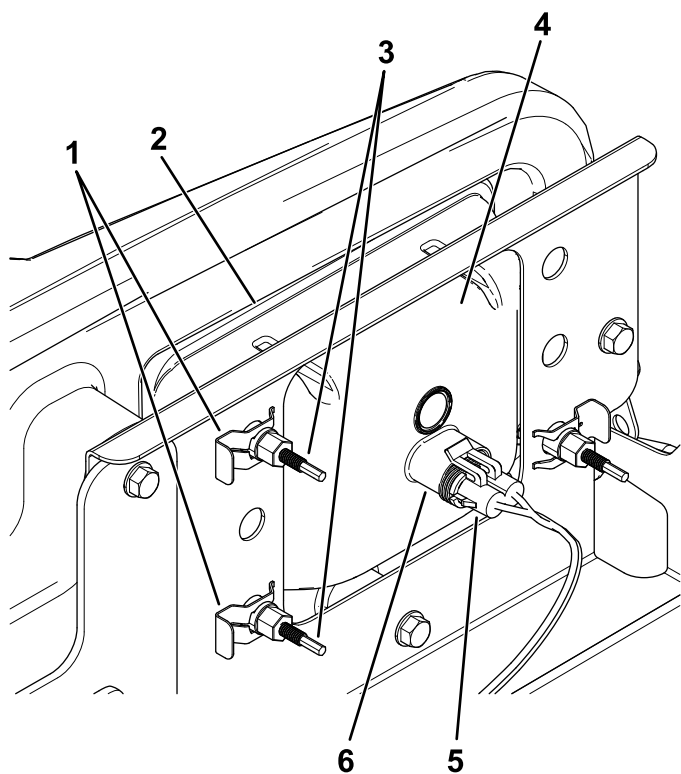

Figura 47
3. Scollegate il connettore elettrico del cablaggio dal connettore del gruppo luci (Figura 47).
4. Togliete i fermagli che tengono bloccato il fero anteriore sulla relativa staffa (Figura 47).
5. Rimuovete il gruppo fero anteriore spostandolo in avanti attraverso l'apertura nel paraurti anteriore (Figura 47).
6. Montate il nuovo fero anteriore attraverso l'apertura nel paraurti (Figura 47).
8. Collegate il connettore elettrico del cablaggio al connettore del nuovo gruppo luci (Figura 47).
5. Sul retro del gruppo fero, ruotate le viti di regolazione (Figura 47) per ruotare il gruppo fero e allineare la posizione di getto del fascio.